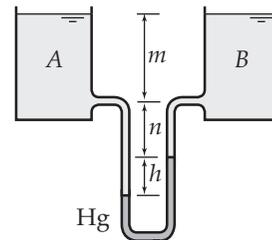

Figura Ep1.14
**Ep1.14** O tanque A da Figura Ep1.14 contém glicerina e o B contém água, estando os dois fluidos a 20°C. Sabendo que  $m = 2,5$  m e que  $n = 0,8$  m, pede-se para determinar a deflexão  $h$  no manômetro de mercúrio.
**Ep1.15** O tanque A da Figura Ep1.14 contém glicerina e o B contém água, es-